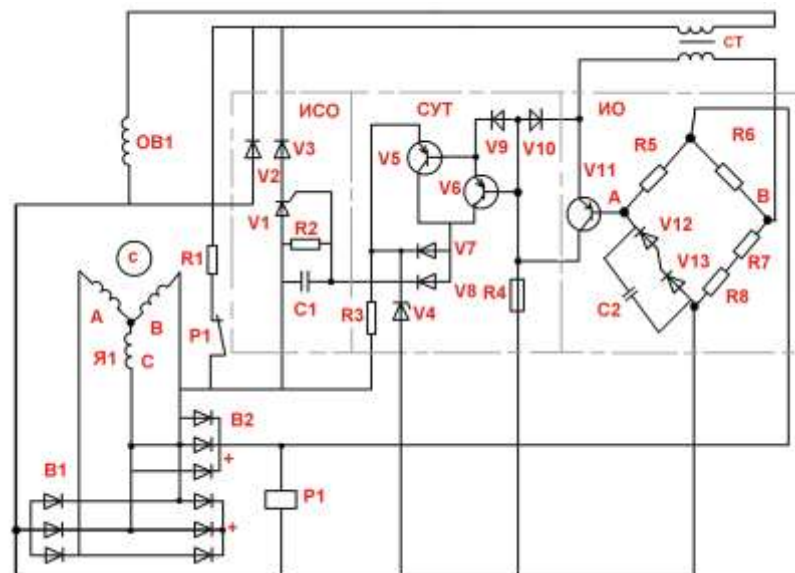

Рисунок 7 Принципиальная электрическая схема тиристорного регулятора напряжения генератора
7) Какое буквенно-цифровое изображение имеет электромагнитное реле (рисунок 7)?